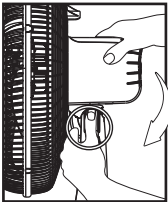
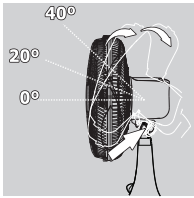

Figura 13
Figura 14
- Para direcionar o fluxo de ar, deve-se pressionar o botão para ajuste de inclinação conforme indicado na **Figura 13**, e posicionar o motor na inclinação desejada como mostrado na **Figura 14**.